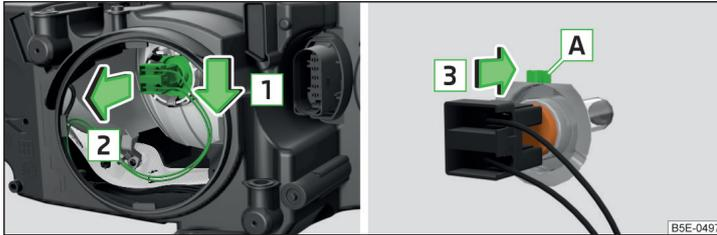

Abb. 220 Scheinwerfer mit Halogen-Licht: Glühlampe für Ablendlicht
- › Den Stecker mit der Glühlampe in Pfeilrichtung **1** lösen » Abb. 220.
- › Eine neue Glühlampe so einsetzen, dass die Fixiernase **A** » Abb. 220 an der Glühlampe in die Aussparung am Reflektor passt.